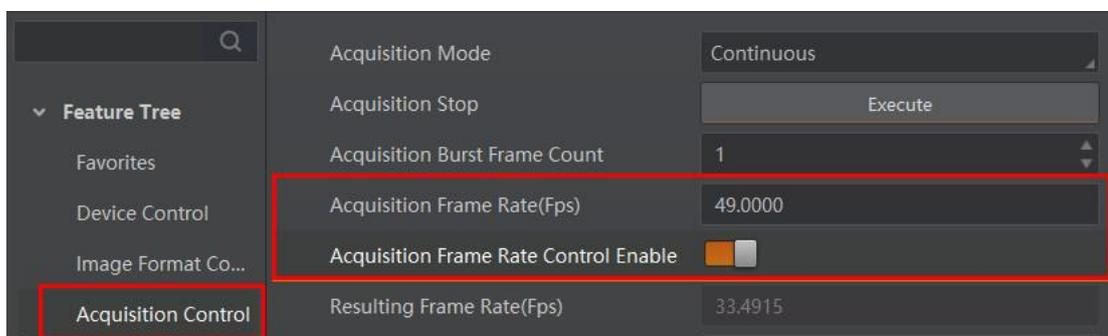

图9-12 帧率设置
2. 启用 *Acquisition Frame Rate Control Enable* 参数，如图 9-12 所示。